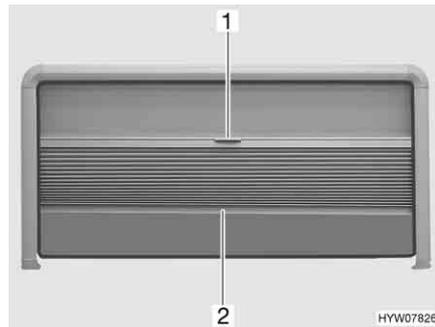

Bild 79 Ausstellfenster
- Die faltverdunklung in der Mitte des Abschluss-Stabes (Bild 79,2) fassen und vorsichtig nach unten ziehen.
- Den Abschluss-Stab (Bild 79,2) der faltverdunklung in der Mitte halten und die faltverdunklung vorsichtig nach oben schieben.
- Den Insektenschutz am Griff (Bild 79,1) vorsichtig nach unten ziehen.
- Den Insektenschutz am Abschluss-Stab der faltverdunklung (Bild 79,2) langsam ganz nach oben schieben.